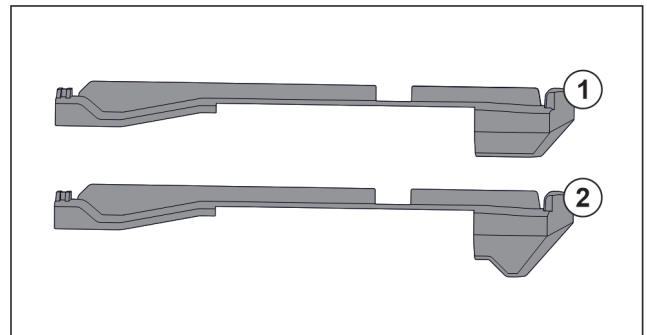

Fig. 83 Usporedba natičnih dijelova
U uređaju se nalaze dva različita natična dijela. Natični dio iznad najdonje ladice Fig. 83 (2) ima trokutasti rub. Svi drugi natični dijelovi Fig. 83 (1) imaju ravan rub.
- ▶ Postavite natični dio Fig. 83 (2) s trokutastim rubom iznad najdonje ladice.
- ▶ Postavite natični dio Fig. 83 (1) s ravnim rubom na svim drugim stranama.